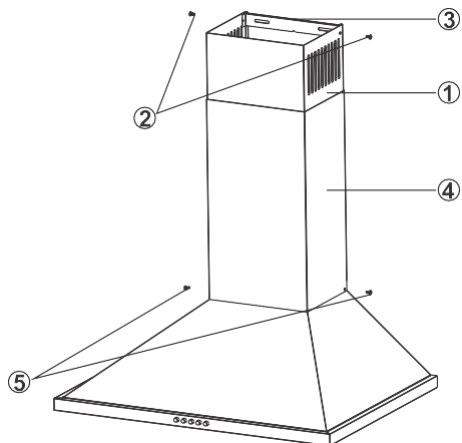

Fig. 12: HOJAS DE LA CHIMENEA DE SALIDA DE HUMOS DE MONTAJE
- Coloque la lámina de conexión de chimenea (3) en la campana, sujétela debajo de la tapa o mida y marque los puntos C, D (Fig. 12).
- Perfore los puntos C, D con taladro de $\varnothing 6$ mm y coloque los tacos de plástico de $\varnothing 6$ mm. Coloque la lámina de conexión de la chimenea en la superficie donde se instalarán los tornillos de 3,9x22.(Fig. 12)
- Extraiga la chimenea interna (1) con los tornillos (2) y atorníllela en la chapa de conexión de la chimenea a la derecha y la izquierda (3).(Fig. 12)
- Monte la chimenea externa (4) en el cuerpo de la campana con 2 tornillos (5). (Fig. 12)